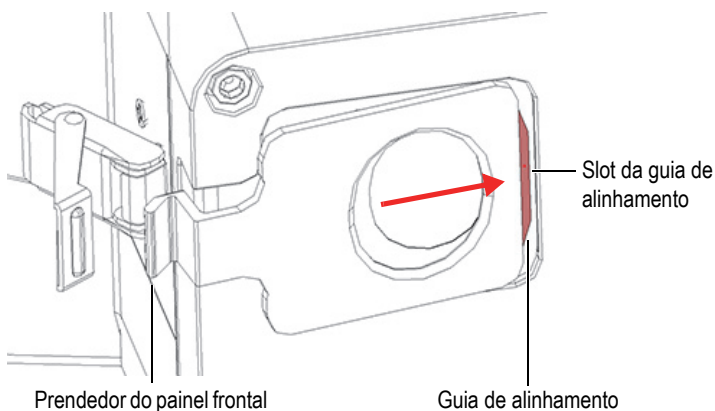

Figura 4-10 Inserindo a guia de alinhamento no slot da guia
4. Deslize o painel frontal no recorte da sonda, certificando-se de que a guia de alinhamento do painel frontal esteja inserida no slot da guia (Figura 4-10 na página 67).